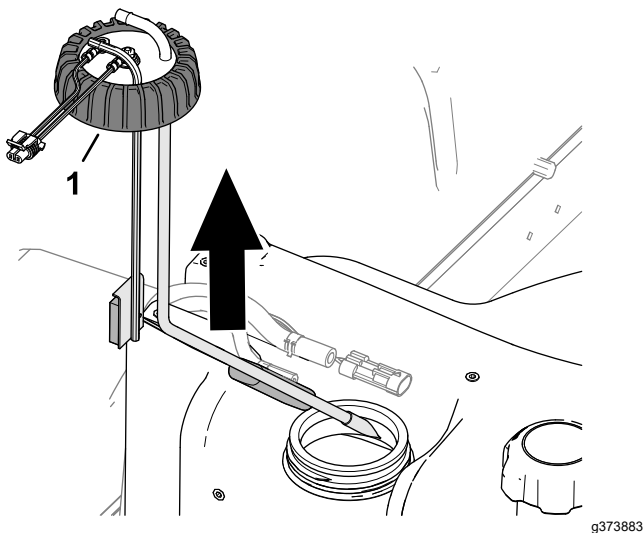

Figura 126
5. Slăbii capacul transmiătorului pentru combustibil (**Figura 126**).